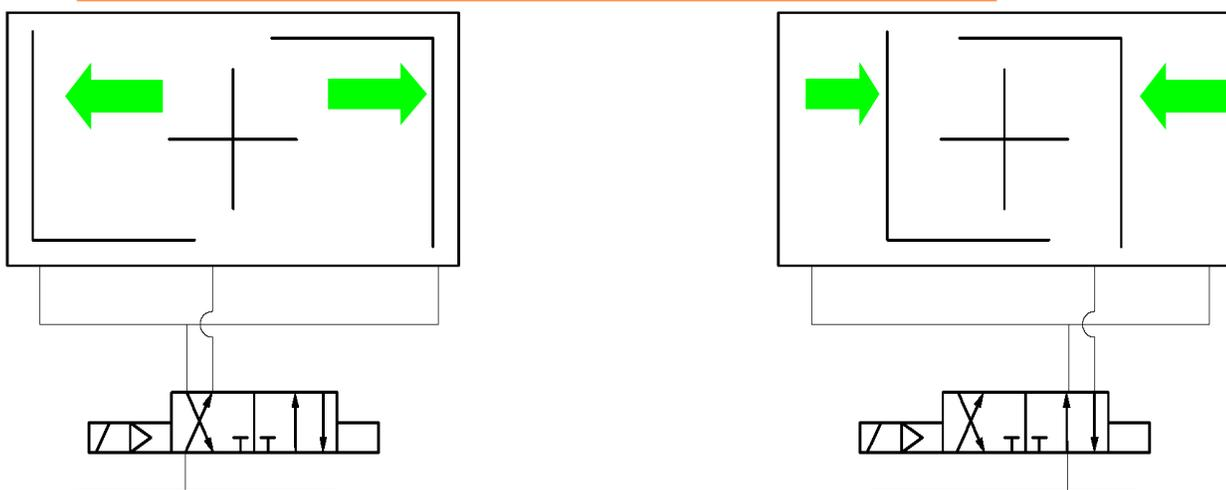

Рис. 1: Схемы соединений для приводов двойного действия EBx.1 SYD
- ▶ приводов двойного действия EBx.1 SYD представлены на рис. 1